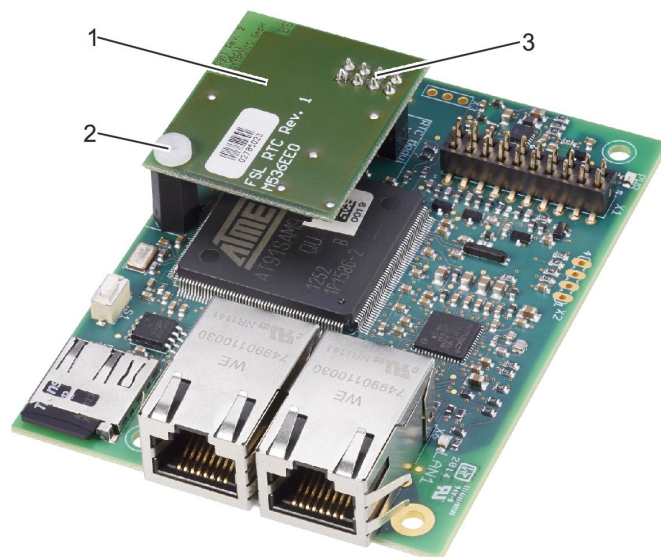

Fig. 46 : Montage du module RTC
2. ▶ Retirez la vis de fixation (Fig. 46 /2) du module RTC (Fig. 46 /1).
5. ▶ Insérez le module RTC (Fig. 46 /1) avec les broches (Fig. 46 /3) dans le logement à 8 pôles du module EM-IP.
6. ▶ Fixez le module RTC avec la vis de fixation (Fig. 46 /2) sur le module EM-IP.